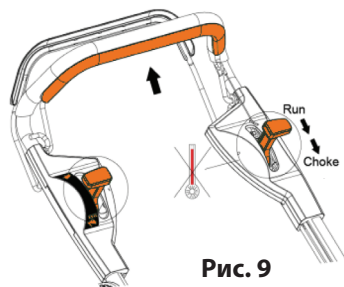

Рис. 9
7. Установите рычаг дроссельной заслонки в положение «START» (рис. 9)
1. Установите рычаг дроссельной заслонки в положение «RUN» (рис. 9)
2. Установите рычаг дроссельной заслонки в положение «RUN» (рис. 9)